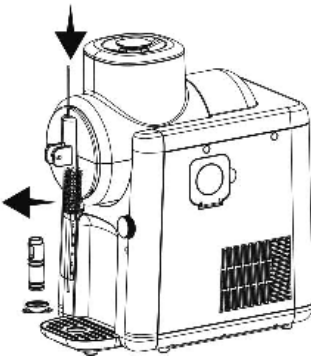

Fig. 6
5. Draai het deksel van de mengbeker tegen de klok in om het te ontgrendelen en verwijder het vervolgens (fig. 6).